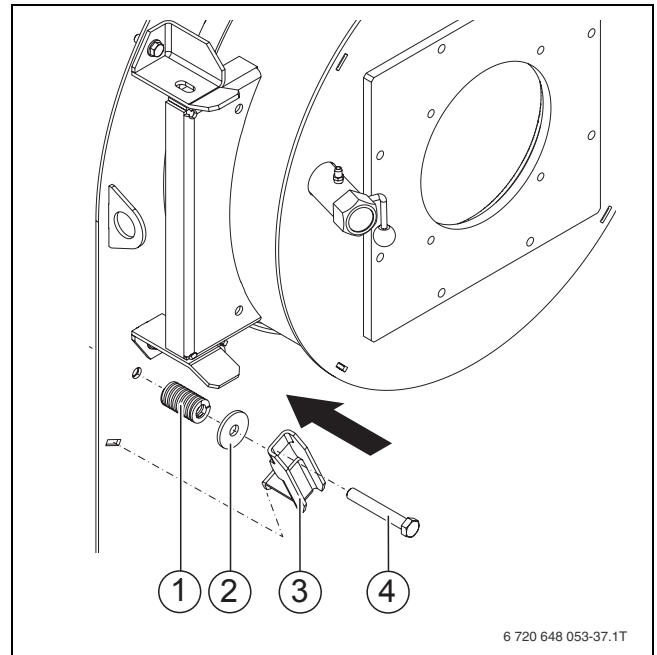

Fig. 15 Montaggio
- ▶ Sganciare il bilanciante (→ fig. 15, [3]).
- ▶ Scaricare la molla a pressione (→ fig. 15, [1]) con vite ad esagono cavo (→ fig. 15, [4]).
- ▶ Montare la rondella (→ fig. 15, [2]).